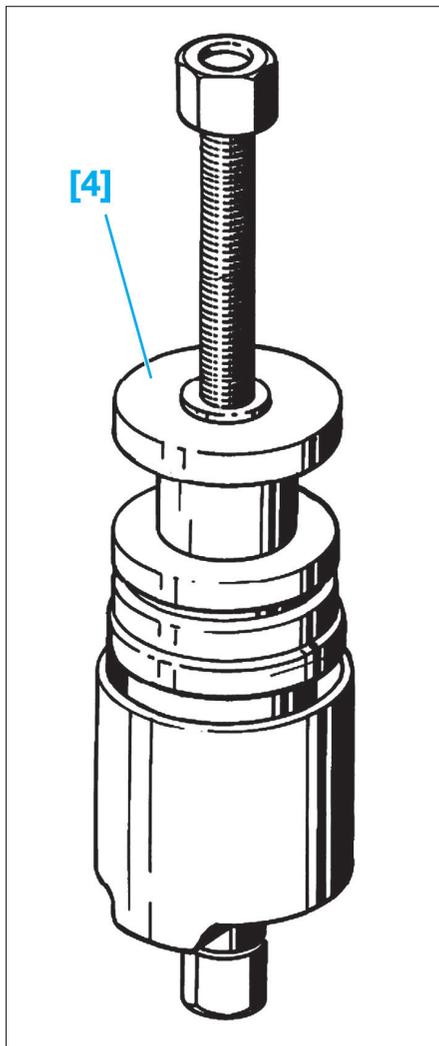

Fig. 55
- [4]. Dispositif d'extraction et d'emmanchement de roulement de roue arrière (Fig.55).